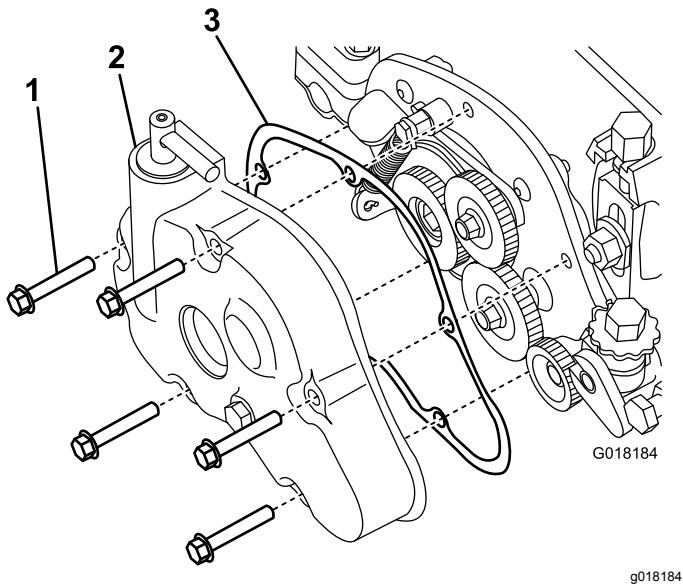

Рисунок 26
- Снимите крышку редуктора с корпуса механической щетки (Рисунок 26).